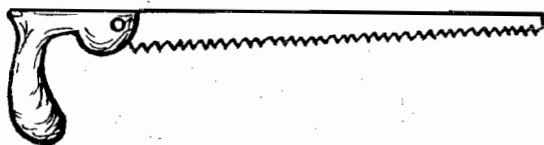

Рис. 27. Ножовка.
**Ножовка** (рис. 27) используется для поперечного пиления. Ножовки по размеру меньше лучковых пил, не требуют предварительной установки полотна